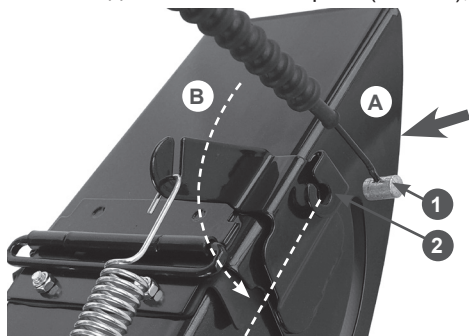

Рис. 20 Установка наконечника троса управления дефлектором жёлоба
- вставьте наконечник 1 троса в кронштейн 2 до упора, одновременно продевая трос через прорезь в кронштейне (действие А), после чего проверните трос в кронштейне на 90 градусов (действие В), как показано на Рис. 20;